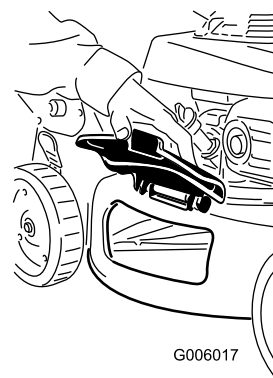

Bild 33
2. Öffnen Sie die Seitenauswurfklappe (Bild 33).